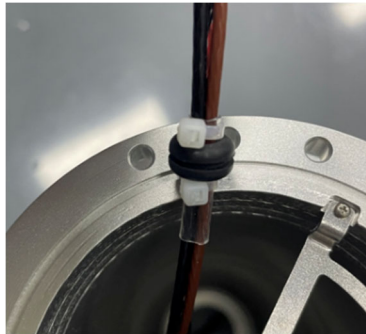

图 3-21 扎线
- 把橡胶护线环套在对应的线束上，护线环两端用扎带扎紧，如图 3-21 所示：